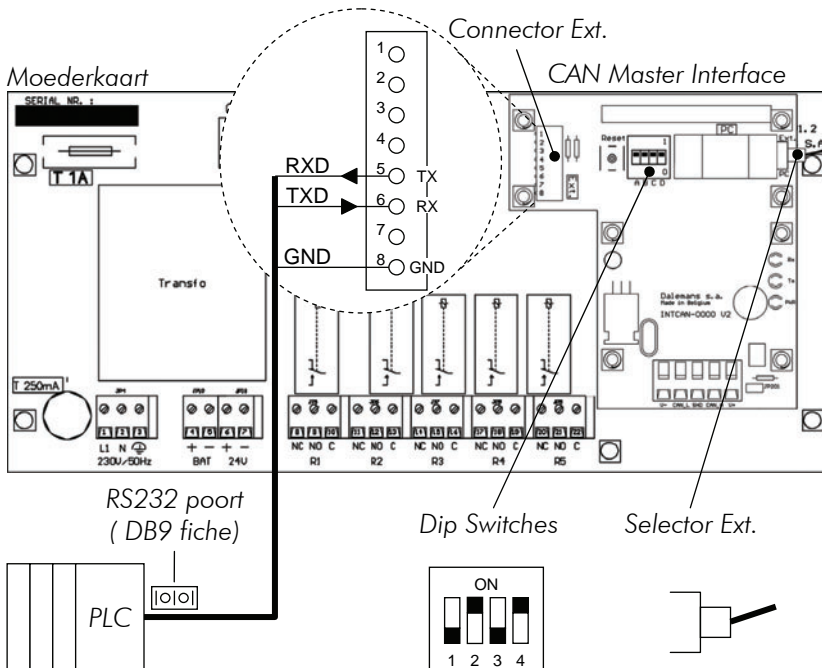

Fig. 52
- Ontmantel de 3 geleiders over 8 mm aan het andere uiteinde van de kabel en sluit aan de klemmen 5, 6 en 8 van de Ext. Connector van de *CAN Master Interface* kaart aan (Fig. 52).